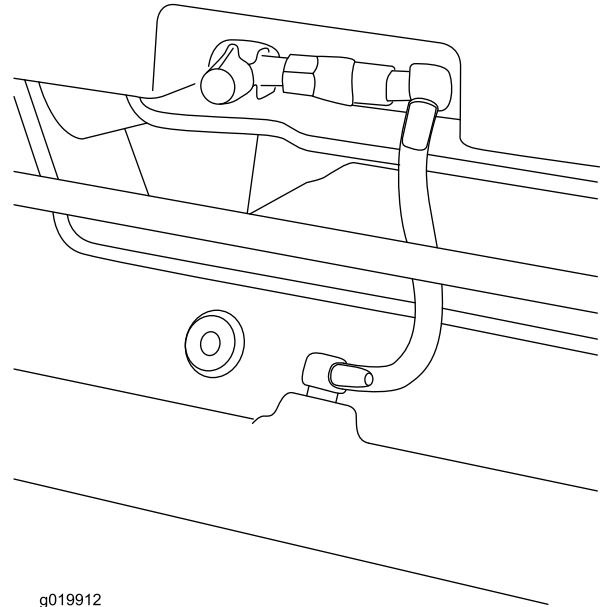

Figura 9
1. Desconecte el acoplamiento de la válvula (Figura 9).